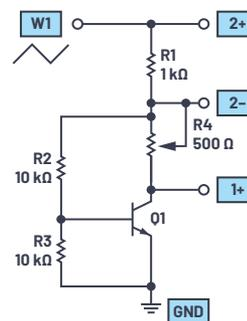

图9.  $V_{BE}$ 乘法器电路版本2。
- 如何调整版本2 (图9) 中R2和R4的值，以获取稳定的1.0 V输出？